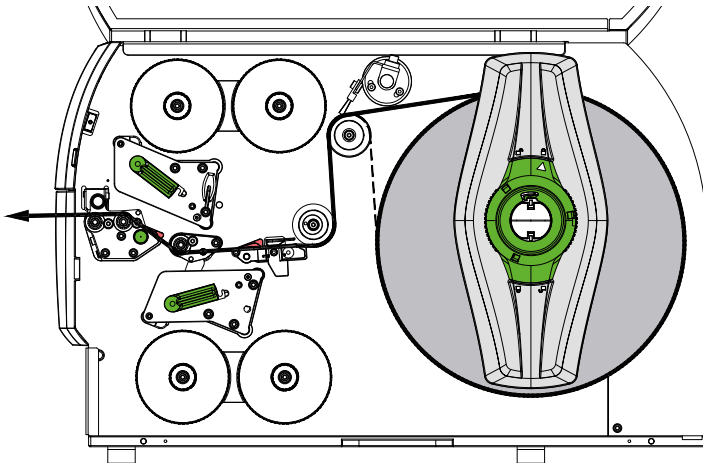
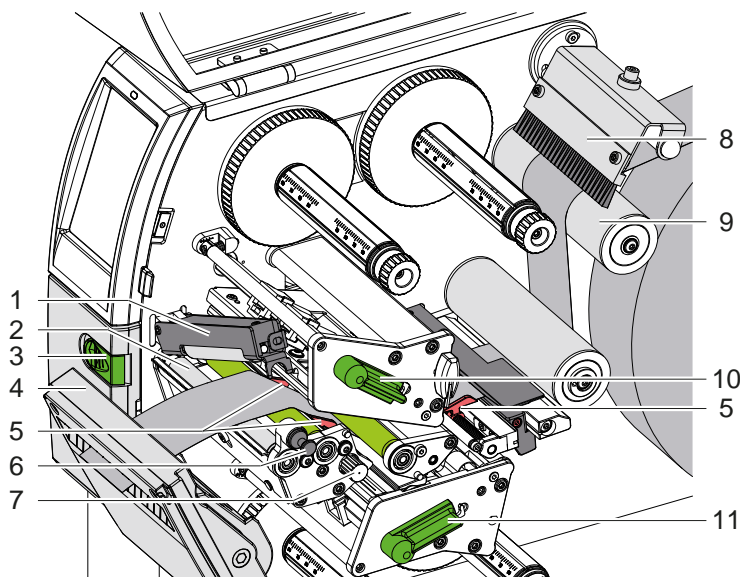

图 12 材料的运行
图 13 把材料穿入打印机构
1. 从卷筒上开卷材料带，然后按照图 12 穿入打印机构。
2. 拉动锁紧销 (6)。压紧系统 (1) 向上转动。
3. 逆时针转动手柄 (10) 并顺时针转动手柄 (11)，以提起两个打印头。
4. 把刷子 (8) 从换向轮 (9) 上转开。
5. 转动旋钮 (7)，使导向装置 (5) 分开，直到材料可纳入其间。
6. 如图 13 所示，将材料穿过两个打印单元直到拉辊 (2)，然后定位在导向装置 (5) 之间。
7. * 配备刀具的设备：将旋钮 (3) 推到一边，把刀具组件 (4) 从打印机上转开，把材料推到刀具的刀片之间，然后将刀具转上去。
8. 通过转动旋钮 (7)，使导向装置贴近材料边缘。
10. 拉动锁紧销 (6)。将压紧系统 (1) 向下压，并用锁紧销锁定。
13. 把刷子 (8) 转到换向轮 (9) 上。